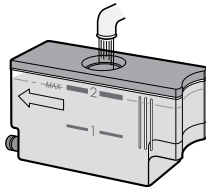

Figure 2
- 3. 每次烹调前，须向水槽中加入室内温度的水至标记2（最大标记）。（图2）切勿使水高于标记2（最大标记）。